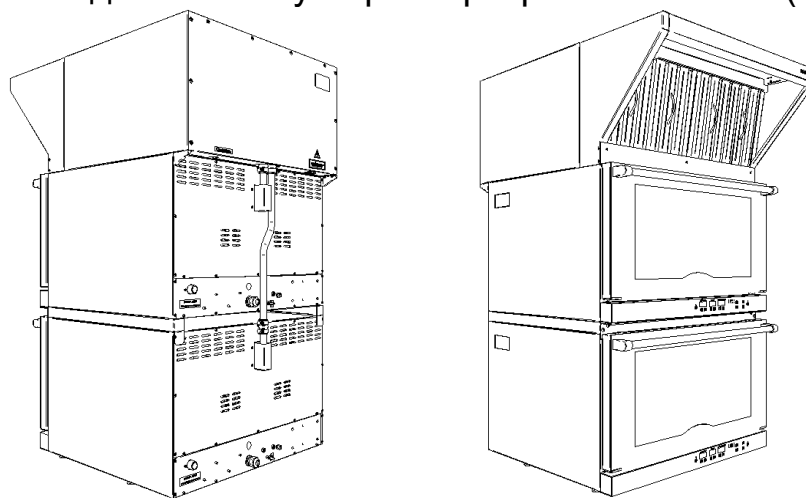

Рисунок 11
14. Установить заднюю стенку и фильтры решетки зонта (см. Рисунок 11);